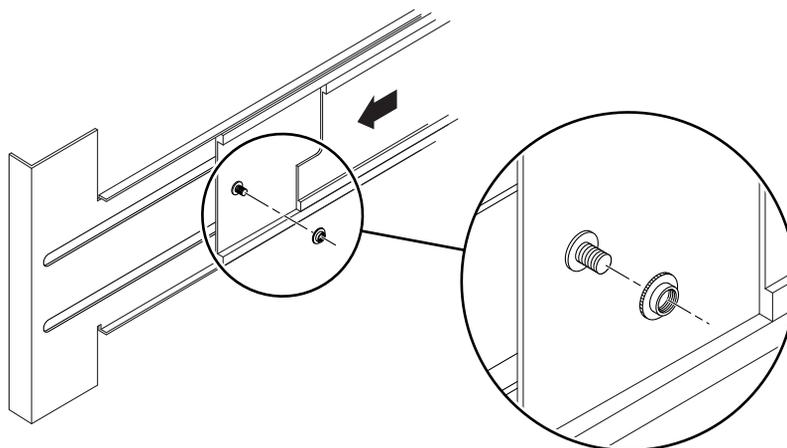

FIGURA 1-15 Introducción y fijación de los separadores
4. Accediendo desde la parte posterior del sistema, introduzca los otros separadores suministrados en los tornillos correspondientes de cada riel y asegúrelos (FIGURA 1-15). Los resaltes de los separadores deben quedar hacia fuera.